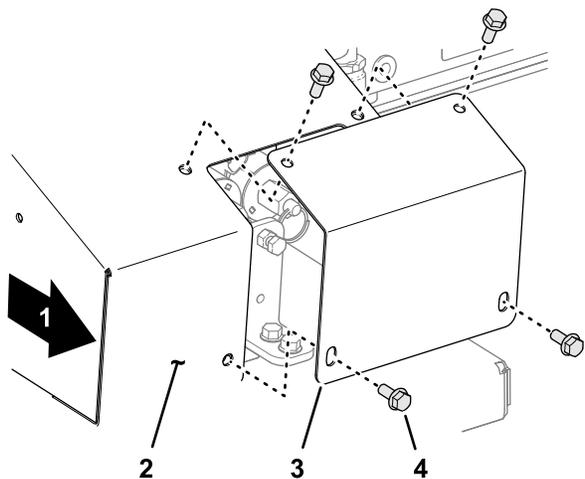

Рисунок 32
1. На правой стороне машины отверните 4 колпачковых винта с фланцем, которые крепят плоскую крышку к крышке отсека для переключения на ручное управление (Рисунок 32).